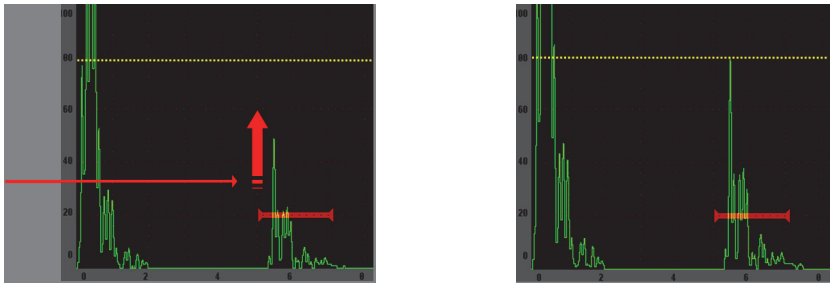

Abbildung 2-8 Funktion Auto XX%
- Drücken von **[2ND F]**, **(AUTO XX%)** aktiviert die Funktion AutoXX %, mit der die Verstärkung automatisch so eingestellt wird, dass die Amplitude des Echos in der Blende auf XX % Bildschirmhöhe gebracht wird (der Standardwert von XX ist 80 %). (Siehe Abbildung 2-8 auf Seite 43.)